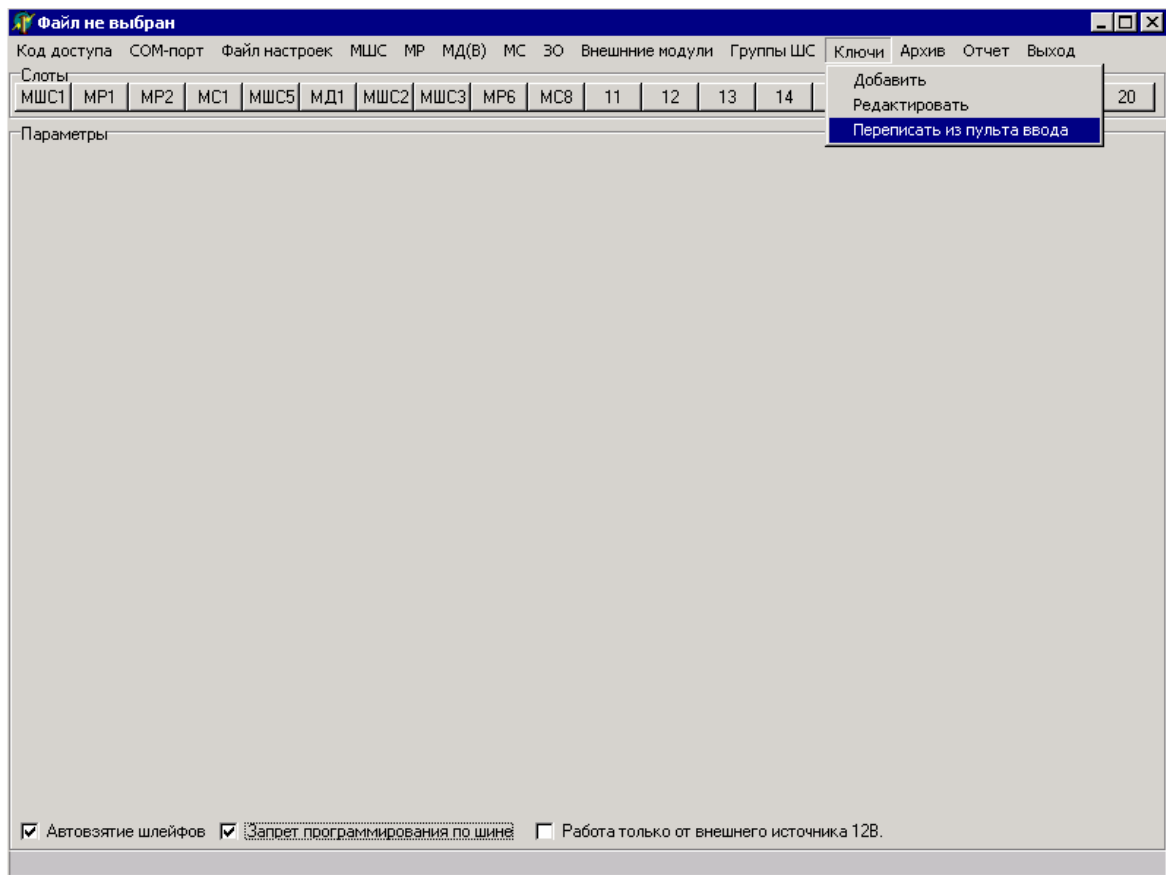

Рис. 22
– в основном окне программы **выбрать команду главного меню** «Ключи \ Переписать из пульта ввода» (рисунок 22);